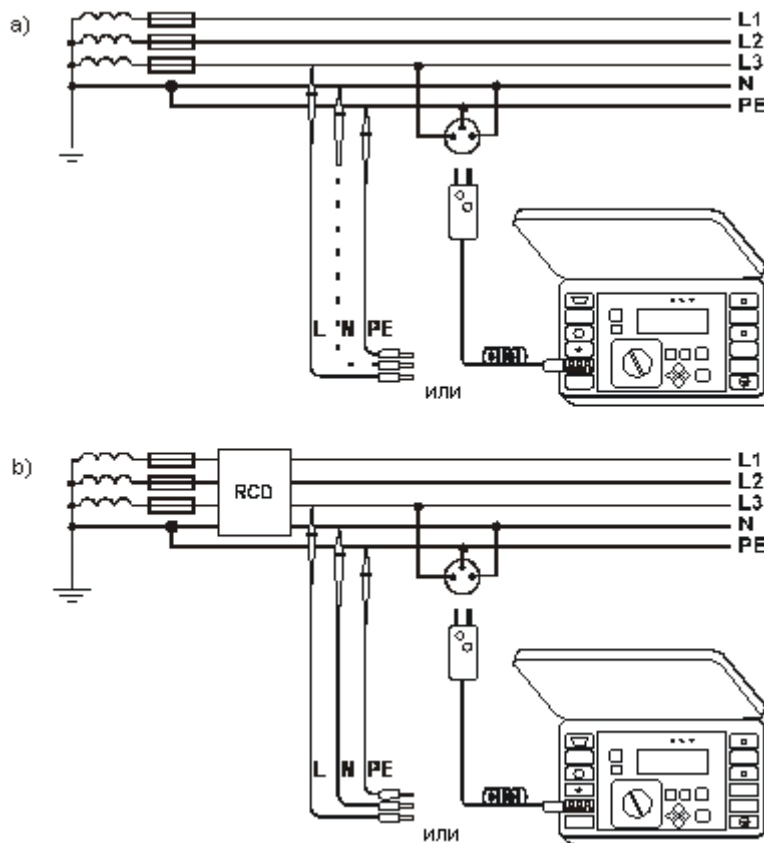

Рис.12. Измерение напряжения и полного сопротивления в защитной цепи (L-PE)
измерительные провода подключить согласно Рис. 12а или 13;
- измерительные провода подключить согласно Рис.12б или Рис.13 (провод N должен быть подключен);